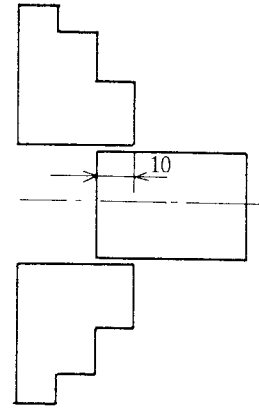

図2-4
(1) チャックの爪（ソフトジョー）は、予備焼結体の径に合ったものを選び、爪の面に突起物がないことを確認する。
(2) つかみ代を10mm以上とし、チャッキングする（図2-4）。